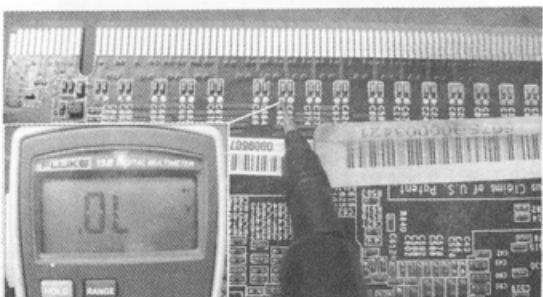

图 5-16 无值断路的测量
(3) 测量到有一个点的值为无穷大，表示此点到核心部分有断路，如图 5-16 所示。